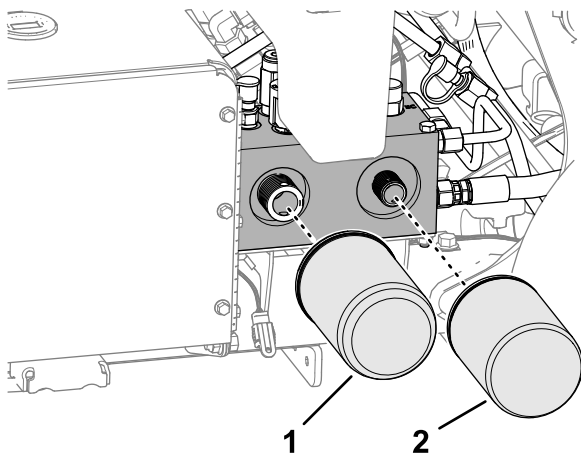

図 181
2. フィルタの下に容器を置き、フィルタを外し、フィルタアダプタのガスケット部をきれいに拭く図 181。